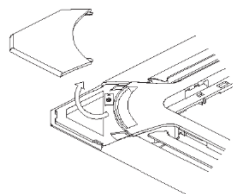

Fig.1-9
- Destornillar los pernos, soltar la cuerda de las cubiertas de instalación y retirarlas. (Véase fig. 1-9)